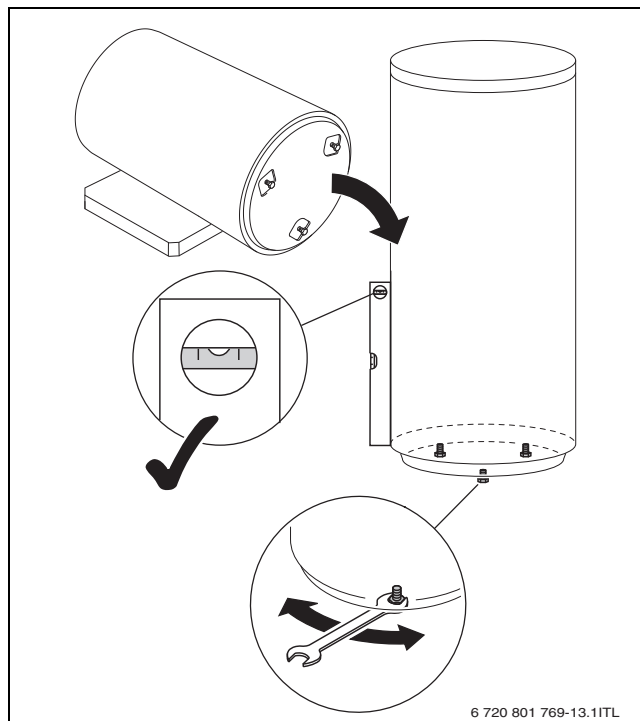

Fig. 8 Mise en place du ballon d'eau chaude sanitaire
- Poser le ballon sur un sol plan et résistant (→ fig. 8).
- Positionner le ballon d'eau chaude sanitaire verticalement au moyen des pieds réglables (→ fig. 8).